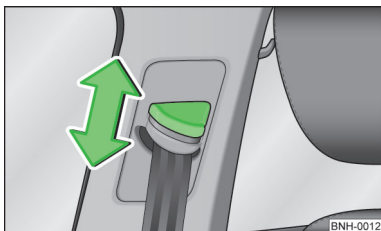

Abb. 81
- Den Umlenkbeschlag drücken und in die gewünschte Richtung nach oben oder unten schieben » **Abb. 81**.